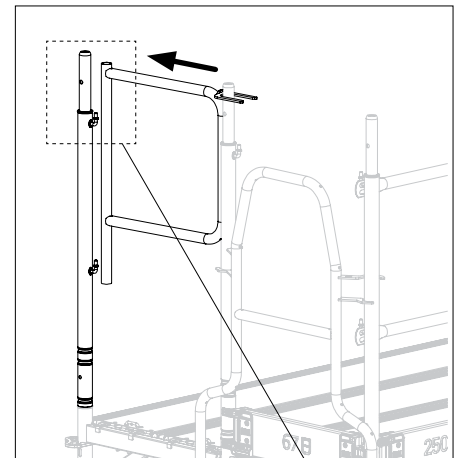

Abb. A3.19
2. Beide Langlöcher (54.2) in Geländerhaken einhängen. (Abb. A3.19)